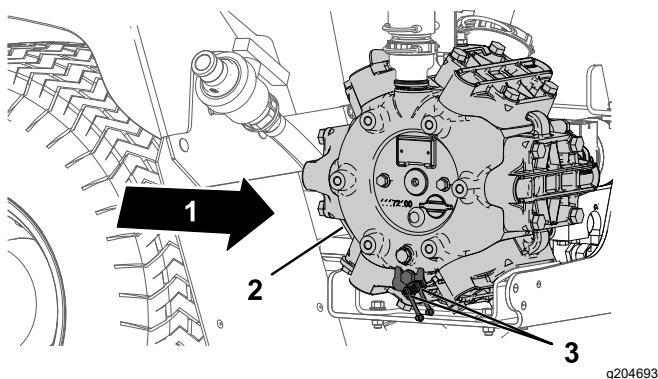

Figure 67
1. Essuyez les 2 graisseurs à distance pour les nettoyer (Figure 67).
2. Injectez de la graisse dans le graisseur à distance (Figure 67).